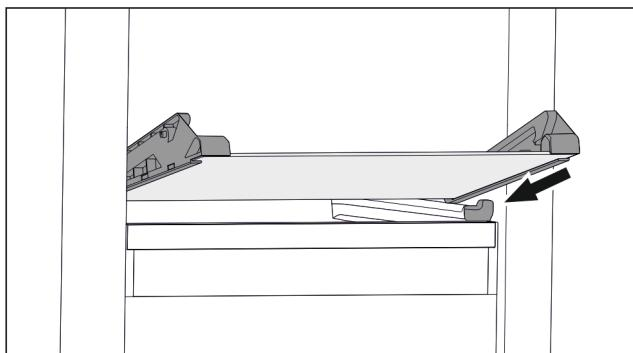

Fig. 73 Стъклена плоча на накланящото се чекмедже
- ▶ Поставете стъклената плоча под ъгъл зад ограничителите. (вж Fig. 73)